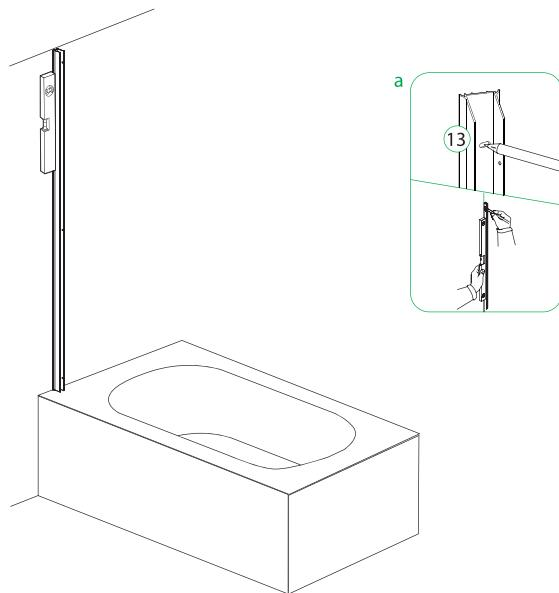

Рис. 4/4-сур.
- Приложите пристенный профиль (13) к стене, выровняйте по уровню и произведите разметку отверстий для шурупов (рис. 4).